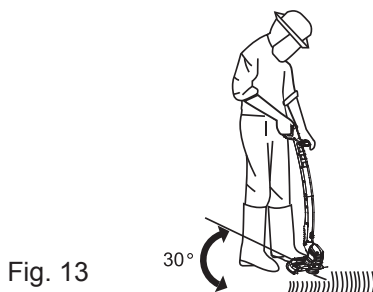

Fig. 13
- > Mantenha a cabeça do aparador a um ângulo de cerca de 30° do chão quando aparar. Evite pressioná-la contra o chão, pois isso pode estragar o relvado e danificar o produto (Fig. 13)